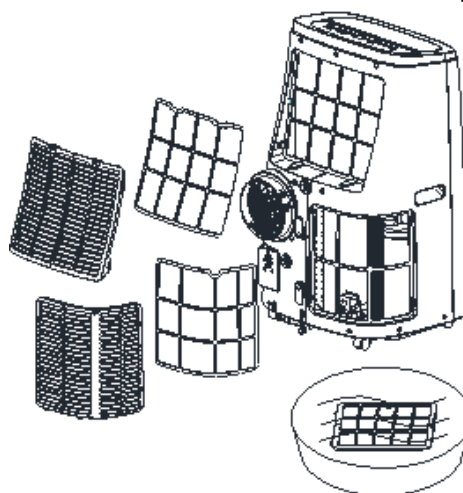

Fig. 6
- Limpe o filtro de pó de duas em duas semanas para não influenciar o volume de ar. Limpe o filtro com detergente neutro e água quente, a aprox. 40 °C. Enxague todos os restos de detergente do filtro, deixando-o secar ao ar antes de voltar a colocá-lo no aparelho (fig. 6).